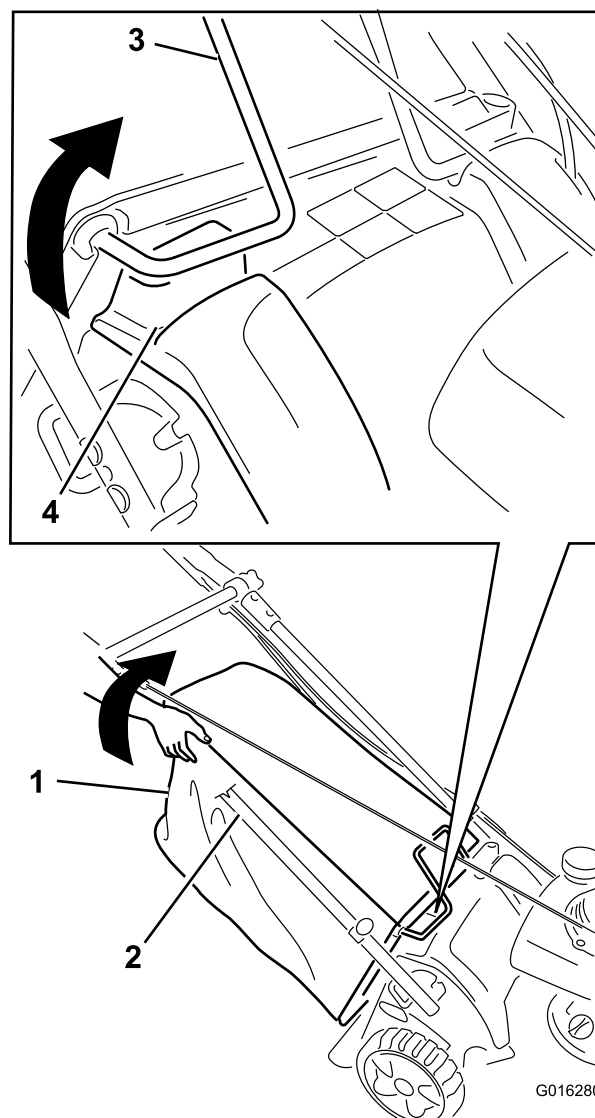

Figura 60
5. Mentre il motore è in funzione, sollevate l'angolo superiore destro del cesto di raccolta fino a quando il telaio a trama metallica nella parte anteriore superiore destra del cesto di raccolta non è completamente fuori dalla fessura destra (Figura 60). **Il motore deve spegnersi.**